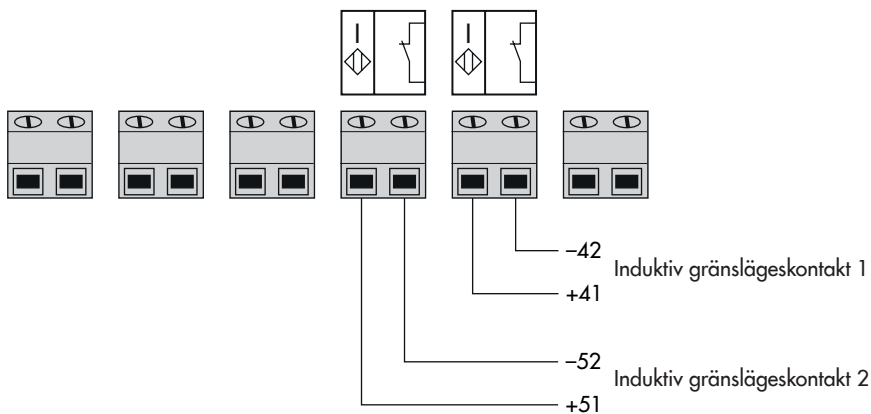
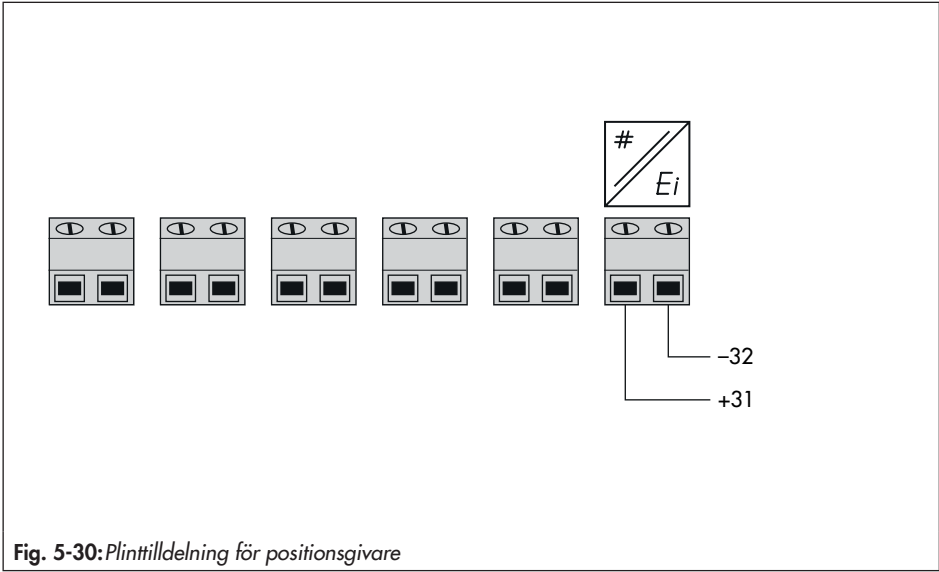

Fig. 5-28: Plinttilldelning för induktiva gränslägesbrytare
Fig. 5-30: *Plinttilldelning för positionsgivare*
- ➔ Anslut alternativ som visas i Fig. 5-28 till Fig. 5-30, om det är nödvändigt.